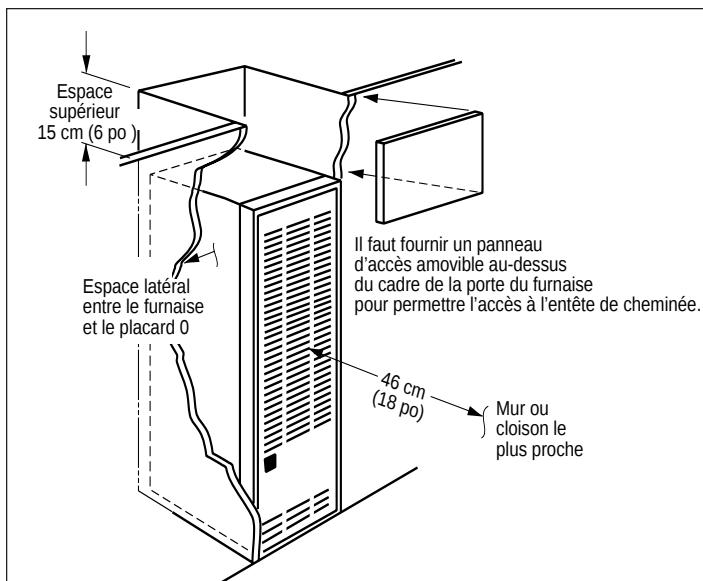

Figure 2. Installation dans une alcôve
Le fournaise doit être placé de façon appropriée pour la distribution et le retour d'air du système (voir DISTRIBUTION D'AIR, page 7). Les côtés et le dos du fournaise peuvent être enclos par un mur (voir « Espace minimum », tableau 4 et figures 2 à 5).
- a. Installation dans une alcôve (voir figure 2) - Espace minimum de 45 cm (18 po) à l'avant du fournaise pour l'entretien. Un panneau d'accès amovible doit être installé entre le haut du bâti de la porte du fournaise et le plafond.